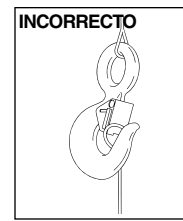

Figura 4
- Asegúrese siempre de que el gancho soporte la carga (ver Figura 3). La carga nunca debe ser soportada por el seguro (ver Figura 4).